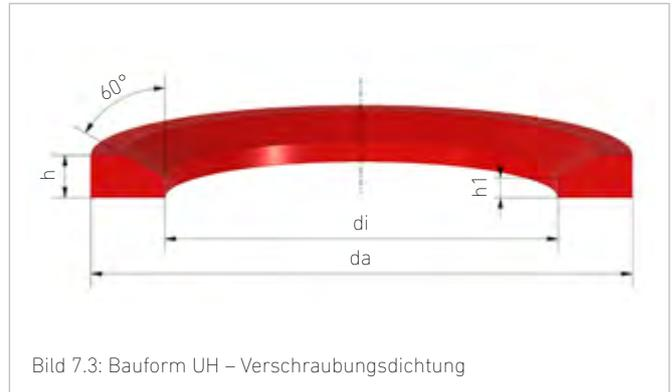

Bild 7.3: Bauform UH – Verschraubungsdichtung
- Bauform UH (Verschraubungsdichtung) – Bild 7.3